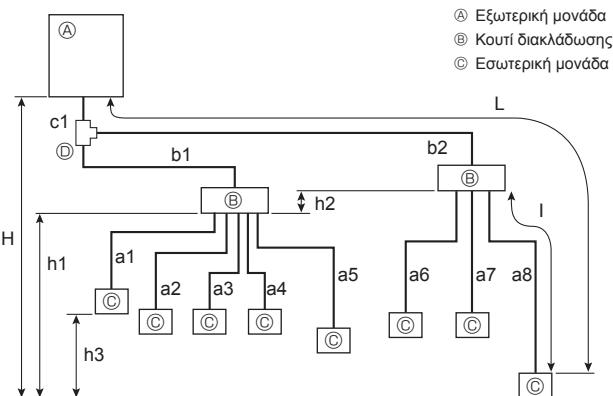

Fig. 4-2
4.2.2. Σύνδεση με κουτί διακλάδωσης (Fig. 4-2)